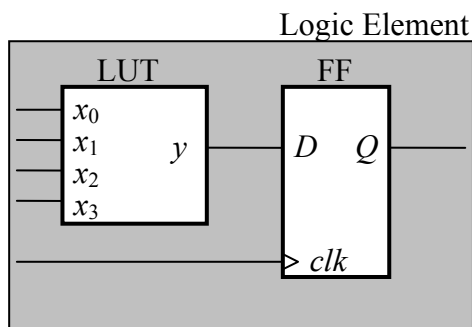

Abbildung 1.1
Entwerfen Sie eine Schaltung, die für eine Eingangsvariable  $b$  ( $b_3 \dots b_0$ ) die Ausgangsvariable  $m$  nach folgender Funktion berechnet:  $m = b \bmod 3$ , wobei  $b$  und  $m$  als positive Binärzahlen zu interpretieren sind. Eingang  $b$  und Ausgang  $m$  sind jeweils mittels Register zu synchronisieren. Für die Realisierung steht Ihnen ein FPGA mit Logic Elements (LE) bestehend aus LUTs mit nachgeschalteten Flip-Flops (siehe Abbildung 1.1) zur Verfügung.